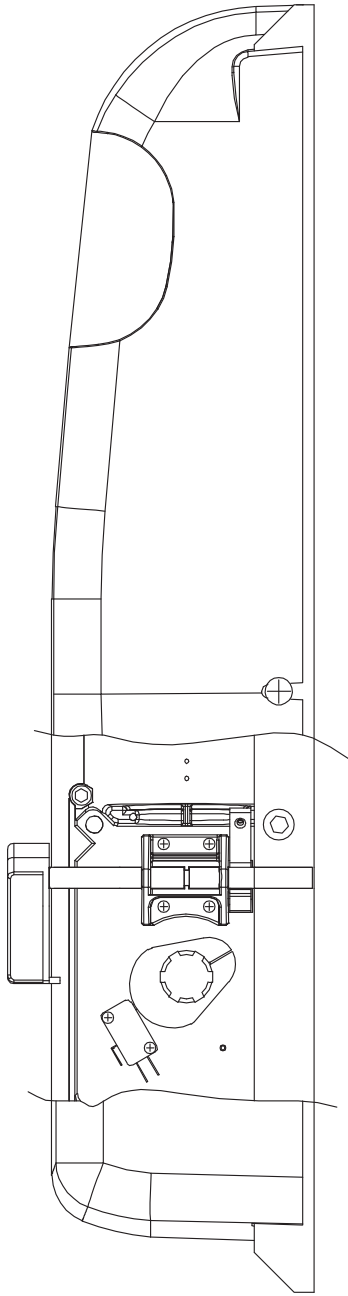

Fig.11
3. Regolare la posizione della camma di comando del finecorsa di chiusura in modo che venga azionato il microinterruttore di destra (Fig. 11).
3. Régler la position de la came de commande du fin de course de fermeture de manière que le micro-interrupteur de droite soit actionné (Fig. 11).
3. Regule la posición de la leva de mando del fin de carrera de cierre para que se accione el microinterruptor derecho (Fig. 11).
3. Adjust the position of the closing stop control cam so that the right-hand microswitch is activated (Fig. 11).
3. Die Position des Endschalternockens in Schließung so einstellen, dass der Mikroschalter rechts betätigt wird (Abb. 11).
3. Stel de plaats van de aansturingnok van de eindschakelaar in sluitpositie zo af dat de rechter microscharakelaar in werking wordt gesteld (afb. 11).